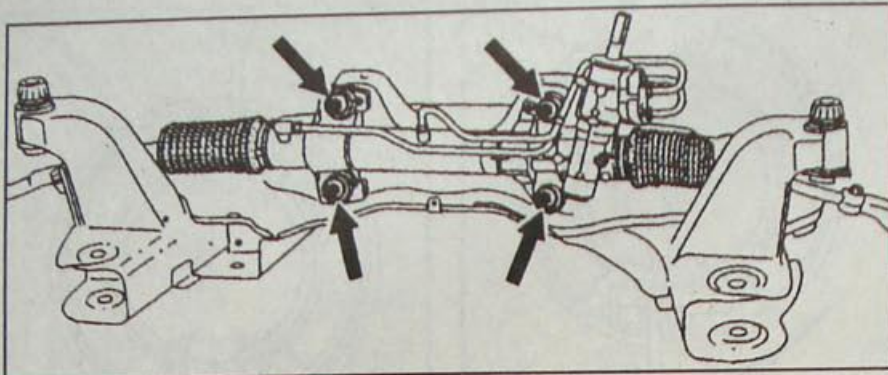

Рис. 9.10. Расположение гаек крепления картера рулевой передачи
- Отверните 4 гайки крепления картера рулевой передачи (рис. 9.10).